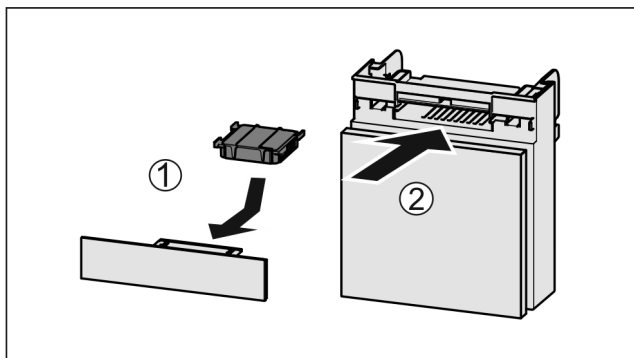

Fig. 141
- ▶ Поставете Fig. 141 (1) филтъра с активен въглен, както е показано на фигурата.
- ▶ Вкарайте Fig. 141 (2) отделениято.